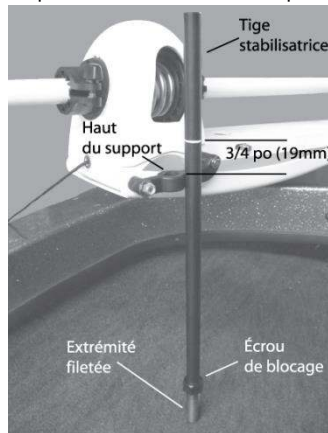

Fig. 2
9. Placez le support moteur dans sa position rangée. Retirez le pare-chocs inférieur de la tige stabilisatrice. Placez la tige à côté du support tel qu'illustré dans la photo. Placez l'extrémité filetée vers le bas, sur la surface sur laquelle reposera la tige. Faites une marque sur la tige 3/4 po (19mm) au-dessus du haut du support. Voir Fig. 2. Coupez la tige à la marque que vous avez faite puis, au moyen d'une lime ou de papier-émeri, poncez le bord coupé et réinstallez ensuite le pare-chocs inférieur.